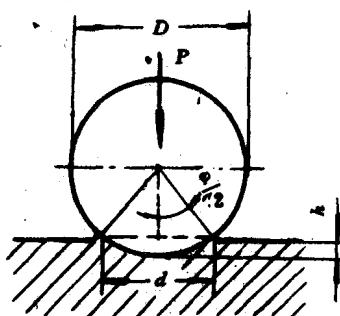

图 1-1 布氏硬度试验原理示意图
1. 布氏硬度 布氏硬度试验原理如图 1-1 所示。它是用一定直径为 D 的淬火钢球或硬质合金球,在规定载荷 P 的作用下,压入被测试金属的表面,停留一定时间后卸除载荷,测量被测试金属表面上所形成的压痕直径 d ,由此计算压痕的球缺面积 F ,然后再求压痕的单位面积所承受的平均压力为 (P/F) ,以此作为被测试金属的布氏硬度值。